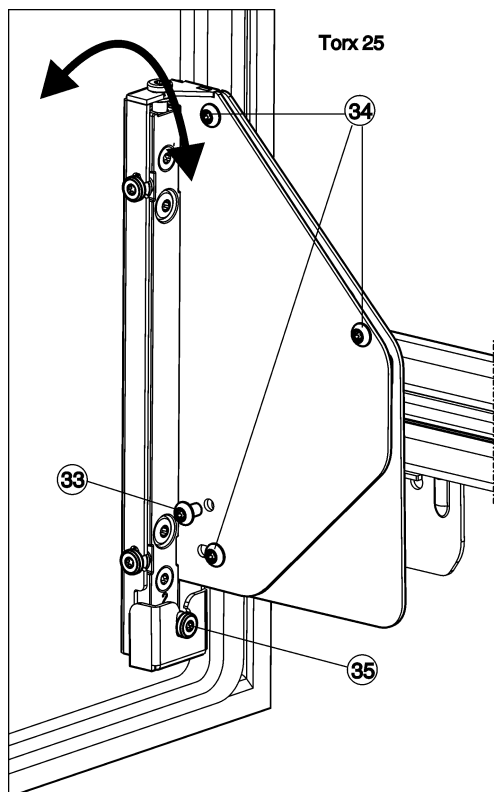

Fig. 26
- ▶ Kompletně vyšroubujte šroub Fig. 26 (33) ven.
- ▷ Zlikvidujte šroub Fig. 26 (33), nebudete ho už potřebovat.
- ▶ Šrouby Fig. 26 (34) uvolněte pouze o 1 až 2 otočení.
- ▶ Otáčejte stavěcím šroubem Fig. 26 (35). Ve směru hodinových ručiček: Dvířka se nahore odkloní od korpusu spotřebiče. Proti směru hodinových ručiček: Dvířka se odkloní od korpusu spotřebiče pryč nahore i dole.
- ▶ Po ukončení seřízení sklonu všechny šrouby Fig. 26 (34) opět pevně utáhněte.